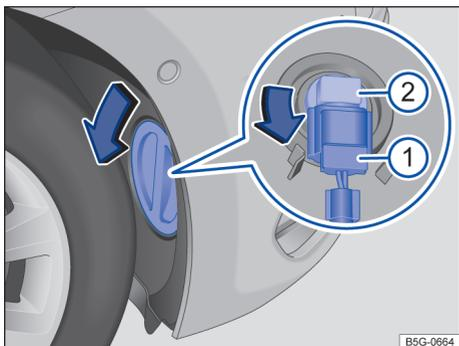

Fig. 186 No protetor da caixa de roda dianteiro direito: troca da lâmpada no farol.
- 3 Gire a tampa situada no para-lamas no sentido da seta e a retire → Fig. 186.
- 4 Destrave o conector → Fig. 186 1 e o desocuple.
- 5 Gire o suporte da lâmpada → Fig. 186 2 no sentido anti-horário ao máximo e o extraia junto com a lâmpada para trás.
- 8 Acople o conector → Fig. 186 1 ao suporte da lâmpada → Fig. 186 2. O conector deve encaixar de modo audível.
- 9 Coloque a tampa no para-lamas → Fig. 186 e a trave.